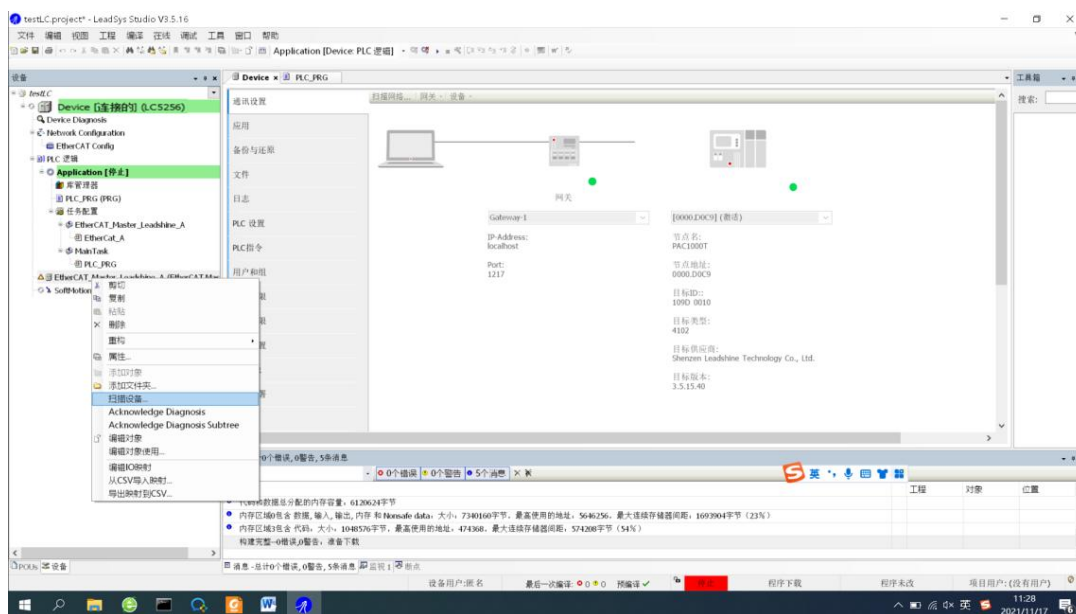
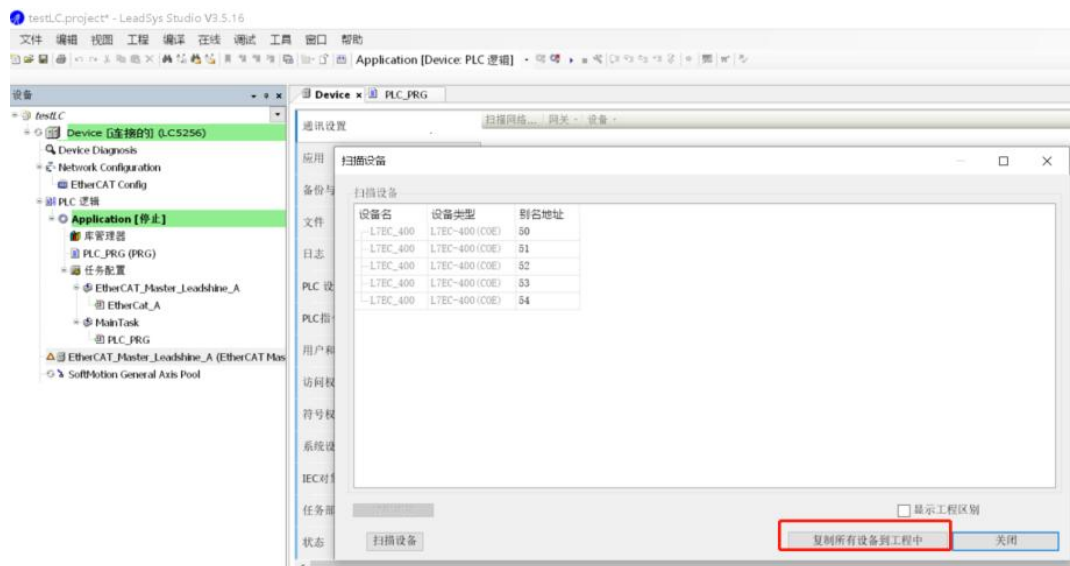

图 2.16 扫描网络设备
图 2.17 扫描到设备
- 3) 退出登录，右键点击主站设备，选“扫描设备”，如图 2.16 所示，就能扫描到从站上的设备，并弹出扫描设备的结果，如图 2.17 所示。